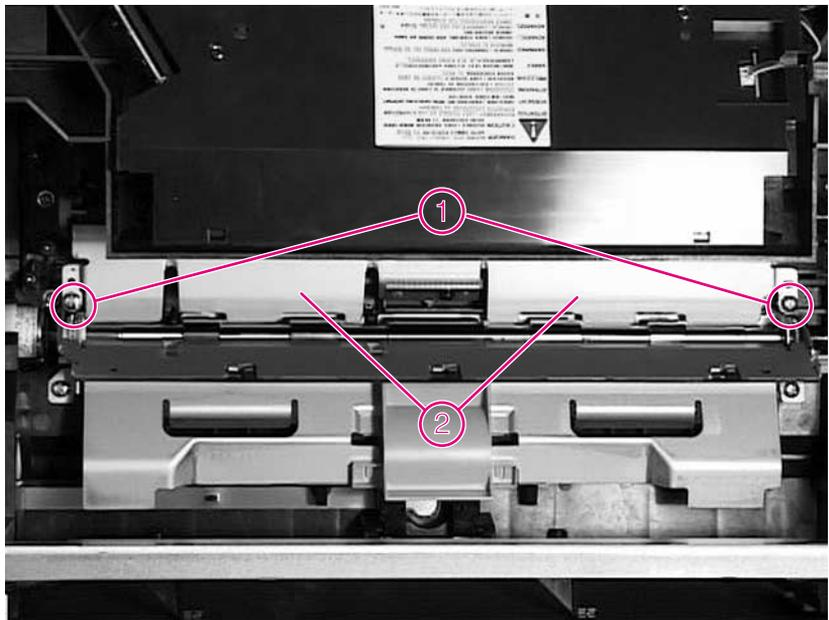

Figure 2 Retrait de la plaque métallique
- 1 Mettez-vous face à l'imprimante, puis ouvrez le couvercle supérieur. Soulevez la petite poignée verte à droite, sur l'unité d'enregistrement. Vous dégagerez ainsi la plaque métallique située contre le rouleau de transfert (figure 2, détail 2).